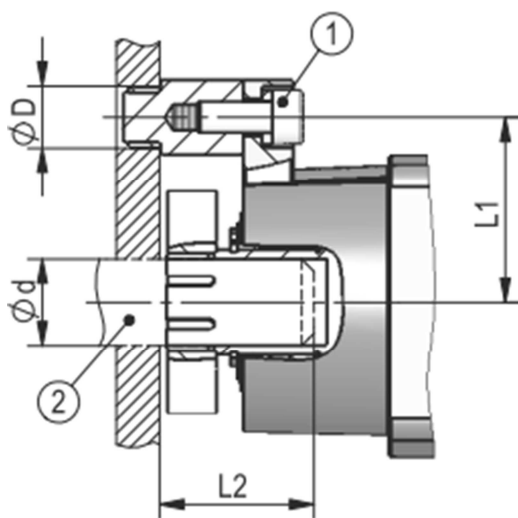
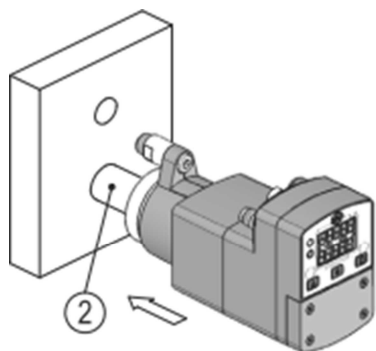
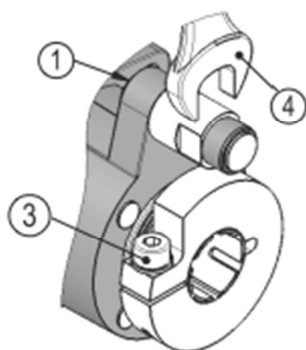

図1：設置寸法
図2：設置
図3：トルクピン取り付け
△注意	主軸受の破損 不適切な設置によるシャフトのストレスは、アクチュエータの発熱や破損を引き起こします。 ▶ 作業を適切に行い、シャフトとトルクピン用穴の角度ずれをできるだけ小さくしてください。(図1、表1参照)
△注意	ハウジングの破損 トルクピンが正しく取り付けられないと、ハウジングが破損する場合があります。(図3参照) ▶ 許容締め付けトルクは、 $2N \cdot m$ 以下を順守してください。
△注意	座標値データの損失とブレーキ機能無しの装置 シャフトが滑ったり破損するリスクがない限り、以下の推奨事項に従ってください。 ▶ クランプリングのネジ③(図3参照)の締め付けトルク： $3N \cdot m$ 以上 ▶ 推奨シャフト径： $\phi 14h9$
設置準備 (図1、図3)
設置 (図2、図3)